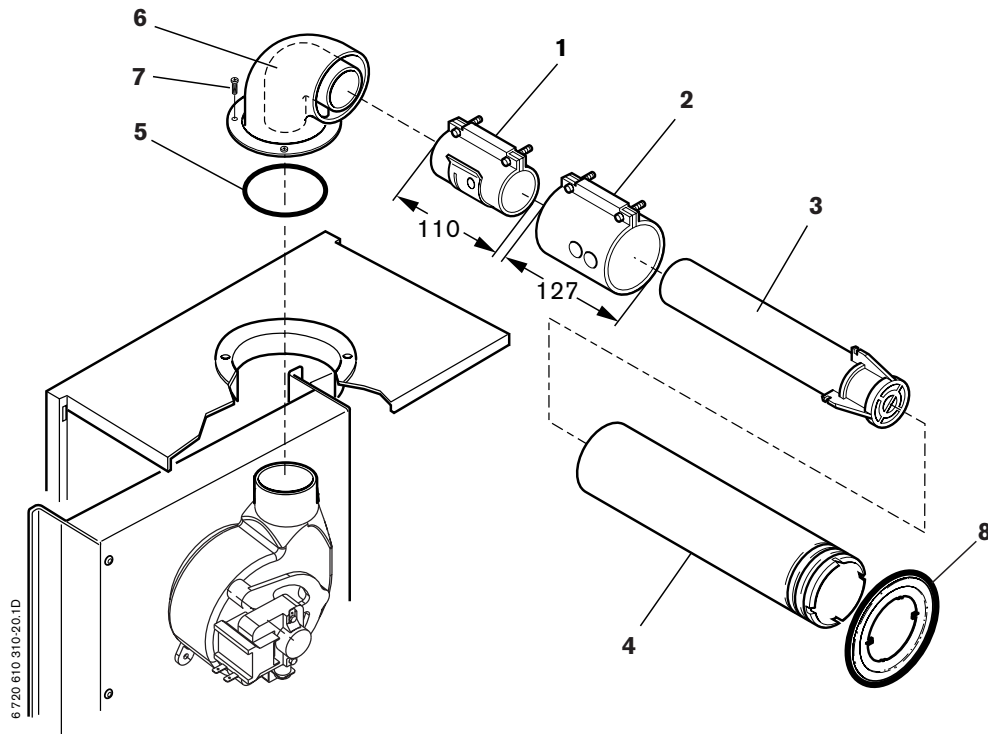

Fig. 35 Mise en place de la ventouse
► Monter la ventouse (type C12) suivant la figure 35.